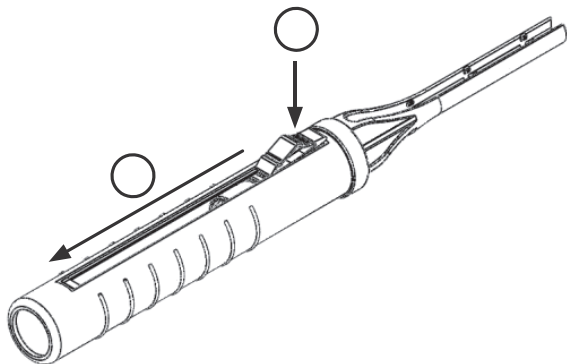
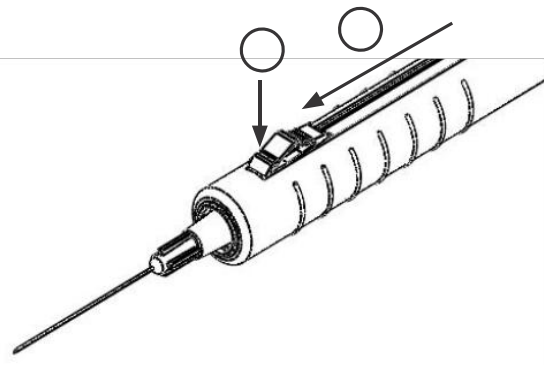

Abb. 7
Abb. 8
1. Nehmen Sie das Handstück (mit Kanüle) aus der Kappe an der Seite des Hauptgerätes. Fahren Sie die Kanüle aus, indem Sie den hinteren Teil des Stellhebels drücken und vorsichtig ganz nach vorne schieben (Abb. 7). Zum Sperren drücken Sie bei ausgefahrener Kanüle den vorderen Teil des Hebels (Abb. 8). Der Stellhebel wird automatisch gesichert. Führen Sie die Injektion durch.